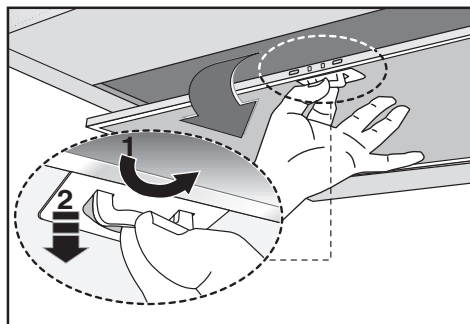

Fig.7
• La distanza minima fra la superficie di supporto dei recipienti di cottura sul dispositivo di cottura e la parte più bassa della cappa da cucina deve essere di almeno **65 cm**. Se dovesse essere usato un tubo di connessione composto di due o più parti, la parte superiore deve essere all'esterno di quella inferiore. Non collegare lo scarico della cappa ad un condotto in cui circoli aria calda o utilizzato per evacuare fumi degli apparecchi alimentati da un'energia diversa da quella elettrica. Prima di procedere alle operazioni di montaggio, per una più facile manovrabilità dell'apparecchio disinserire i filtri/i antigrasso (Fig.7).